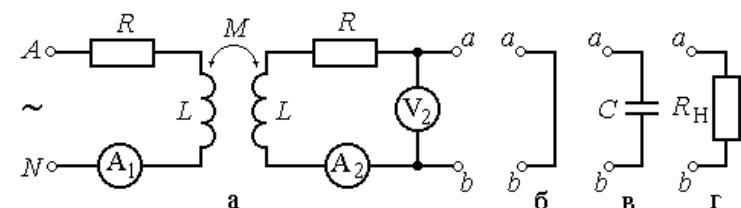

Рис. 5.3
В работе проводится исследование работы трансформатора с двумя одинаковыми обмотками по 900 витков каждая. Они находятся на двухстержневом магнитопроводе с воздушным зазором такой величины, чтобы обеспечить линейный режим работы трансформатора. На вход цепи, схема которой показана на рис. 5.3, подается фазное синусоидальное напряжение трехфазного генератора с  $f=50$  Гц (зажимы AN в схеме).
Схема 5.3,а соответствует холостому ходу трансформатора. В процессе выполнения работы к выходным зажимам трансформатора ab подключаются различные нагрузки. В режиме короткого замыкания эти зажимы соединяются проводником (рис. 5.3,б). При емкостной (рис. 5.3,в) или активной (рис. 5.3,г) нагрузках к зажимам ab подключаются соответственно конденсатор или резистор, параметры которых определяются из табл. 5.1. Вариант указывает преподаватель. Эти значения  $C$  и  $R_H$  следует записать в табл. 5.3.
2. Собрать цепь по схеме рис. 5.3,а, подключить к источнику питания и показания приборов внести в табл.5.3 (холостой ход).
4. Выполнить измерения в режимах короткого замыкания трансформатора, при емкостной и активной нагрузках (схемы рис. 5.3,б,в,г) и показания приборов внести в табл. 5.3.